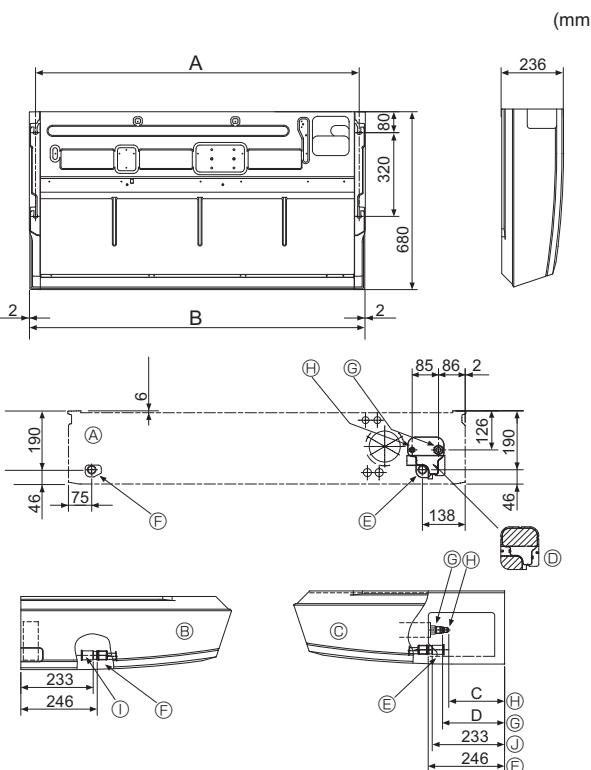

Fig. 3-2
①	Rondela	4 adet
②	Boru kapağı	1 adet büyük boy (gaz boruları için)
③	Boru kapağı	1 adet küçük boy (sıvı boruları için)
④	Bant	4 adet
⑤	Ek yeri soketi	1 adet üzerinde "UNIT" yazısı vardır
⑥	Soket kapağı	1 adet
⑦	Drenaj borusu kapağı	1 adet
⑧	Geçme somun	1 adet ø6,35 (Yalnızca RP60)
3.2. Montaja hazırlık (Fig. 3-2)